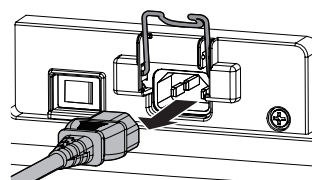

Fig.2
3) Mantenendo il connettore del cavo di alimentazione, estrarre il cavo di alimentazione dal terminale <AC IN> del proiettore. (Fig. 2)